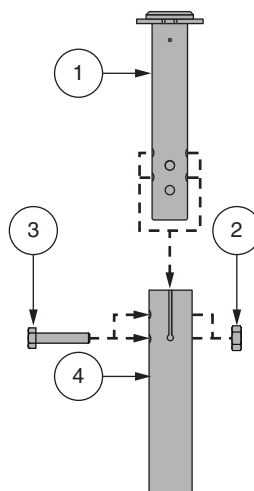

Figure 17. Réglage de la hauteur du siège
Le siège possède plusieurs niveaux de réglage de hauteur différents. **Voir la figure 17.**
4. Poussez vers le bas le montant du siège tout en desserrant et en enlevant le boulon à épaulement, la rondelle et l'écrou. **Voir la figure 17.**